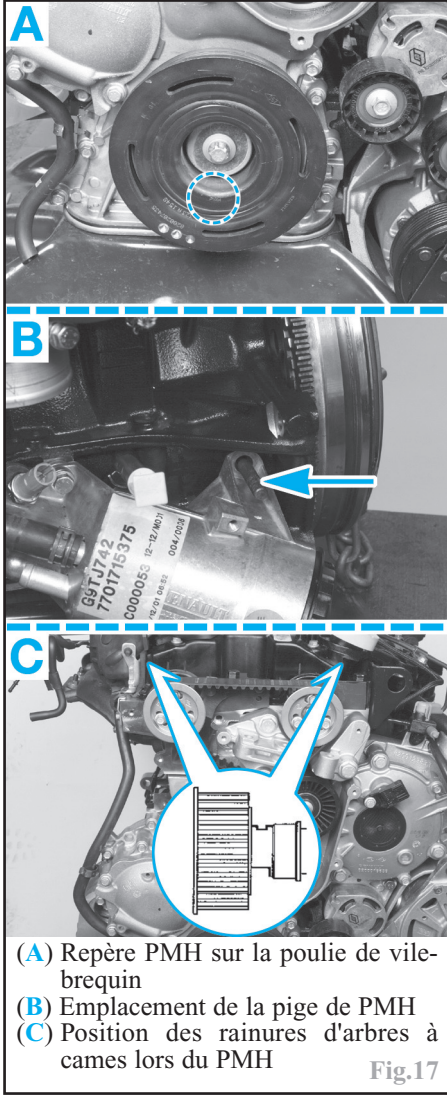

Fig.17
Positionner le moteur au point de calage (Fig.17) :
-introduire partiellement la pige de point mort haut (outil **Mot. 1536**) (Fig.17 et 18).
S'assurer que le moteur soit au point de calage (Fig.17).
Positionner le moteur au point de calage (Fig.17).